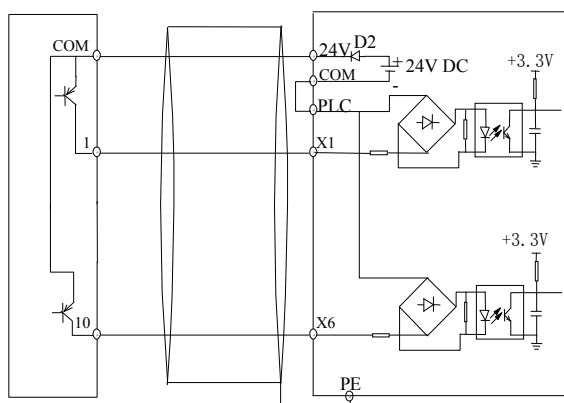

Рис. 4-10 Подключение с использованием внутреннего источника с ключами PNP – структуры
2) Используйте источник тока 24В и внешний контроллер, оснащенный транзистором PNP с общими эмиттерами, подсоединенным как показано на рис. 4-10 (перед подключением убедитесь, что клеммы PLC и 24 В разъединены).